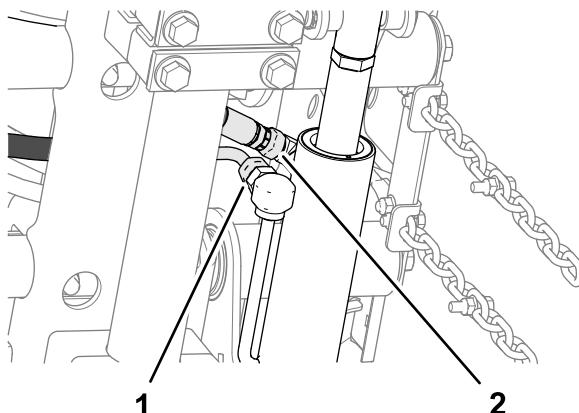

Рисунок 14
- Установите проставку между несущей и монтажной пластины (Рисунок 14) и соедините пластины и проставку, не затягивая, с помощью каретного болта ($\frac{3}{8} \times 1\frac{1}{4}$ дюйма) и фланцевой контргайки ($\frac{3}{8}$ дюйма).